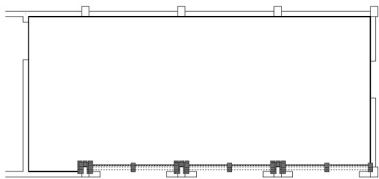

图 4.102 选择【立面装饰】图层上的对象
② 单击【确定】按钮关闭对话框，结果【立面装饰】图层上的所有对象变虚，它们都是被选中的对象，如图 4.102 所示。
③ 按【Delete】键，刚才被选中的对象被删除。